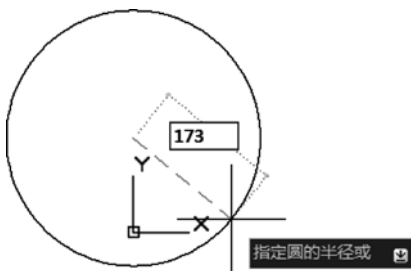
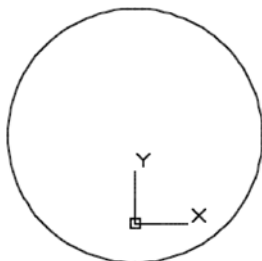

图 2-18 输入圆的半径为 173
图 2-19 完成绘制的圆
- 5 在工具提示界面中文本框中输入圆的半径为 173，如图 2-18 所示，然后按〈Enter〉键确认，从而完成图 2-19 所示的一个圆。